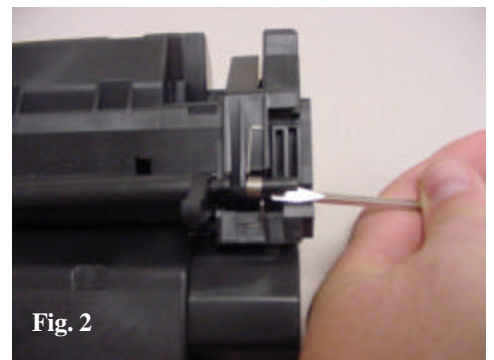

Fig. 2
2. Con un destornillador plano pequeño, alzapreme suavemente para arriba en la bisagra de la puerta con el resorte para quitar la puerta del **Drum Shutter** del **waste bin** (fig. 2). Haga igual a la bisagra opuesta de la puerta y quite cuidadosamente la puerta del **Drum Shutter**.